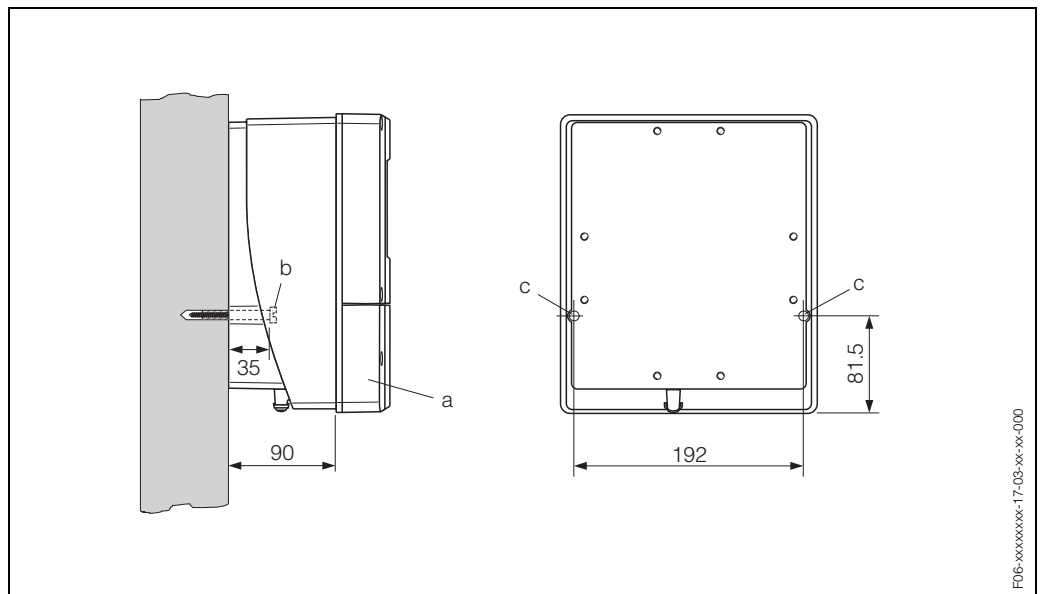

Abb. 14: Direkte Wandmontage
1. Bohrlöcher gemäß Abb. 14 vorbereiten.